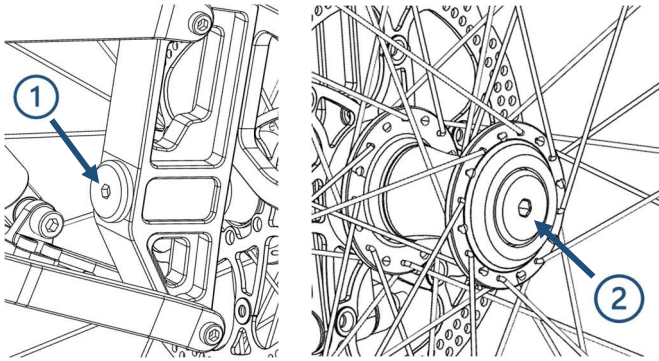

Abbildung 9: Steckachsen hinteres Laufrad
In Abbildung 9 ist die Steckachse (2) und die Steckachsensicherung (1) dargestellt. Zum Ausbau des Laufrades muss zuerst 1 vollständig gelöst werden, dann erst kann die Steckachse abgeschraubt und das Laufrad entnommen werden.